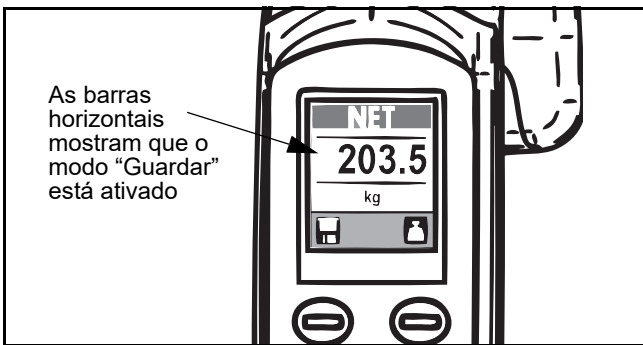

Fig. 65
- 5) Prima o botão "Guardar" se for necessário manter o peso líquido na memória. Serão apresentadas barras horizontais por cima e por baixo dos algarismos no ecrã, para mostrar que a função "Guardar" foi ativada. "Guardar" permanecerá ativo até o botão ser premido de novo (consulte a Fig. 65).